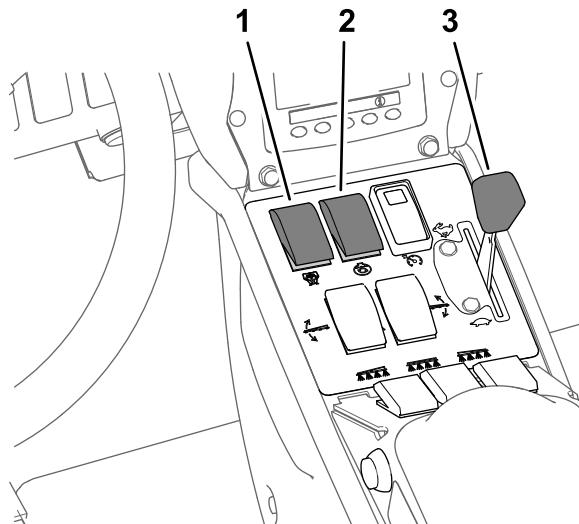

图 45
- 将搅拌开关和喷洒泵开关设定至开启位置图 45。
- 将节流阀设定至快速位置图 45。
注意 此程序假定喷洒泵是打开的请参阅 以喷洒率模式喷洒 \(页码 32\) 中的图 45。
4. 调节节流阀到所需的发动机转速进行喷洒请参阅 以喷洒率模式喷洒 \(页码 32\) 中的图 45。